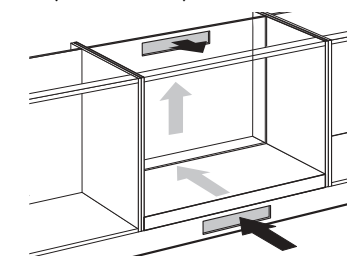

Abb. 10: Belüftungsöffnungen
- Sägen Sie die Belüftungsöffnungen (min. 100 cm²) aus. Die Belüftung erfolgt über die Sockelblende und die Schrankrückseite (siehe Abb. 10).